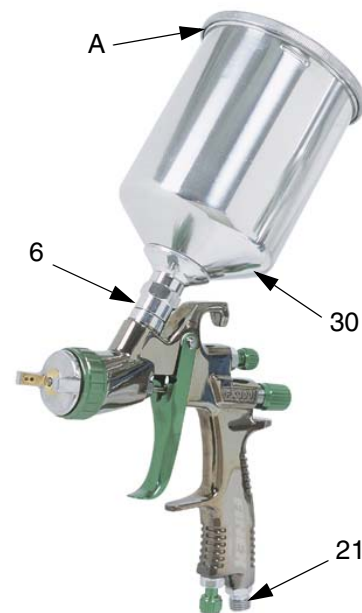

FIG. 1
4. Brancher l'alimentation d'air sur l'entrée d'air du pistolet (21). FIG. 1. Brancher l'autre extrémité sur la vanne d'arrêt.
5. Monter un filtre à produit (29) sur l'arrivée de produit (6). Voir page 12.
6. Visser le réservoir par gravité (30).
7. Enlever le couvercle du réservoir (A) et remplir le réservoir de solvant de rinçage lors de la première utilisation de l'équipement.